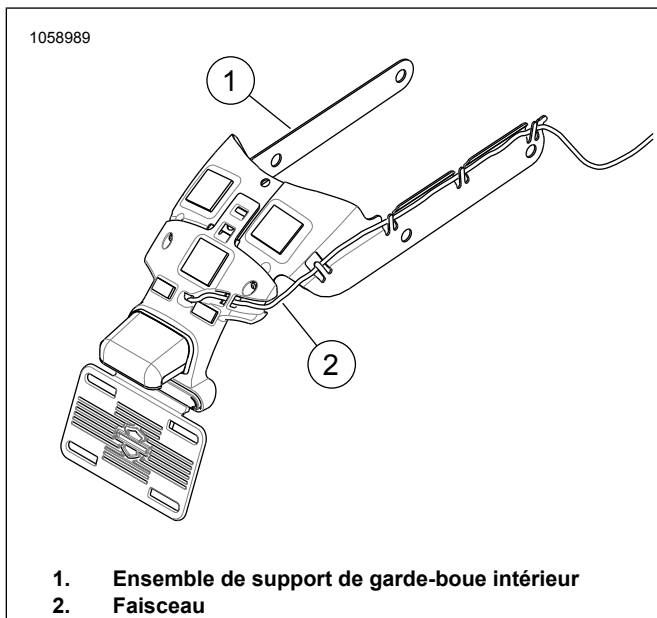

Figure 3. Ensemble de support de garde-boue intérieur (typique)
9. Voir la Figure 3. Acheminer le faisceau (2) à travers l'ensemble de support de garde-boue intérieur (1).